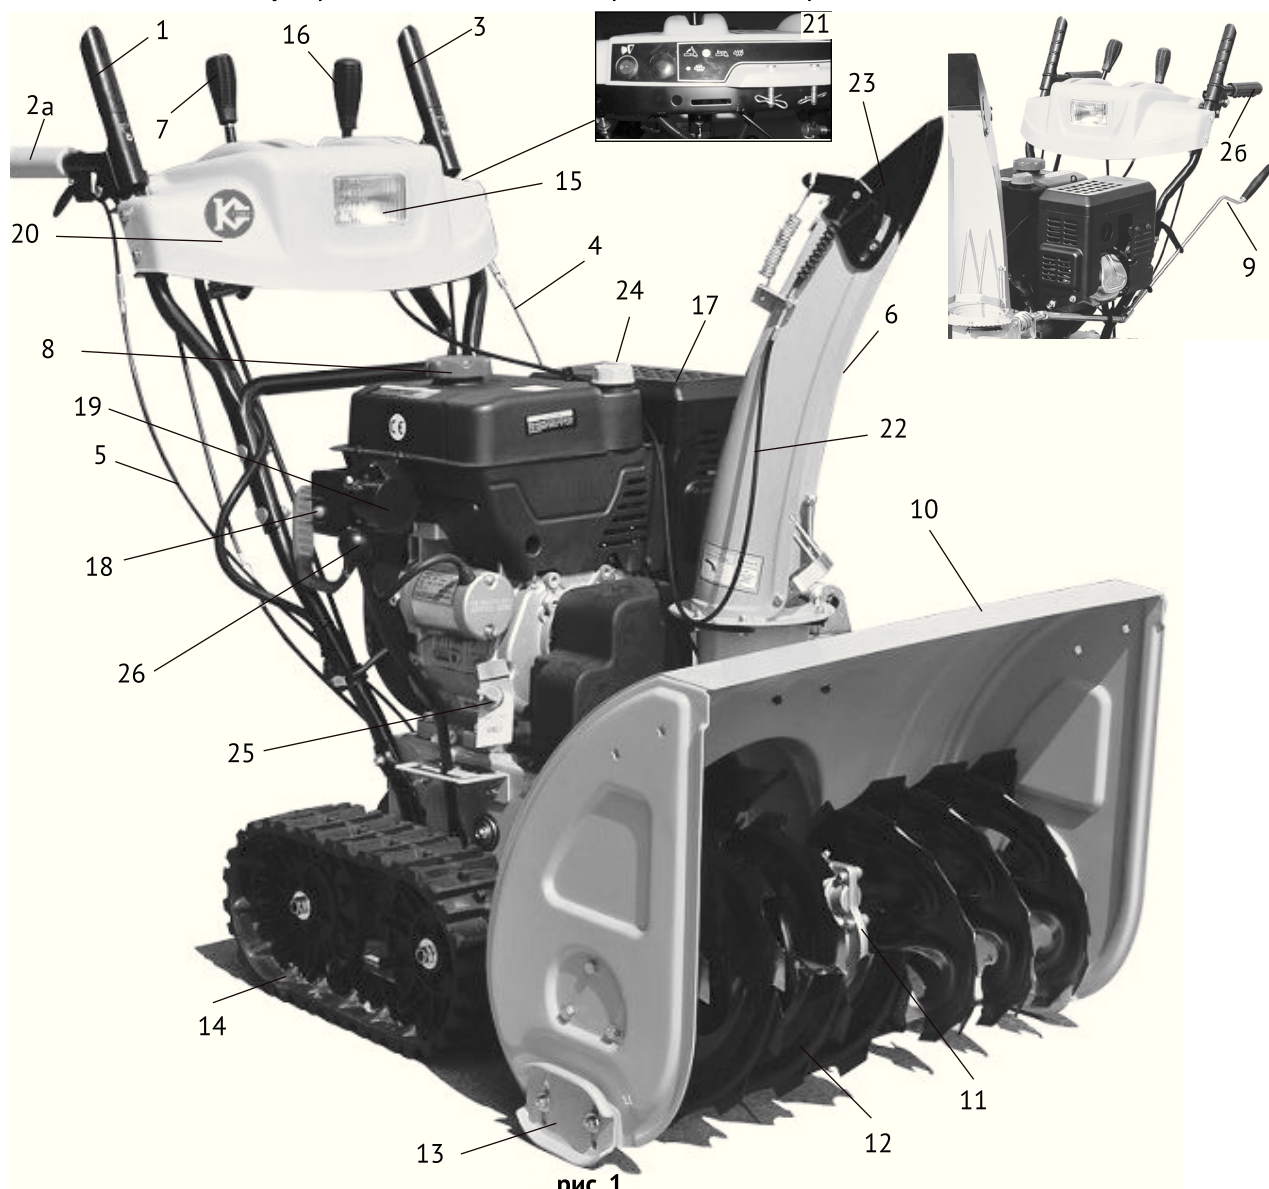
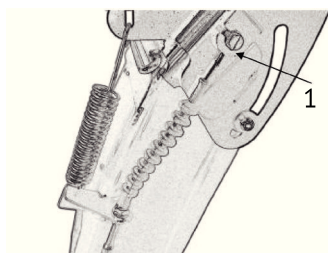

рис. 1
рис. 6
Общий вид снегоуборочника схематично представлен на рис. 1
Рычаг переключения скоростей (рис.1 поз.7) устанавливается следующим образом:
Внимание! Жёлоб для выброса снега (рис.1 поз.6) крепится к снегоуборочнику при помощи планок крепления.
- установите рукоятку поворота желоба (рис.1 поз.9) в кронштейны крепления (рис.2);
- установите нижний конец троса управления отражателем снега (рис.1 поз.23) в прорезь на крышке отражателя снега (рис.6 поз.1)
Внимание! При установке тросов привода шнека и привода гусениц (рис.1 поз.4,5) не затягивайте гайки слишком сильно. Окончательная настройка производится после полной сборки снегоуборочника.
- установите в отверстие на рычаге управления (рис.1 поз.2а, б) верхний Z-образный конец троса привода (рис.7 поз.1);
Ограничительные башмаки (рис.1 поз.13) регулируют расстояние между очищаемой поверхностью и стругом для того, чтобы посторонние предметы (камни, прутья и т.д.) во время работы не попадали в шнек снегоуборочника.
- Выкрутите пробку из маслозаливной горловины (рис. 1 поз.24) и залейте в картер масло соответствующего типа. Масло должно быть залито до нижнего края горловины. Проверьте уровень масла с помощью щупа (рис.1 поз.25). Вставьте сухой чистый щуп в горловину картера и выньте его, граница смоченной области щупа должна располагаться между отметками минимального и максимального уровней.